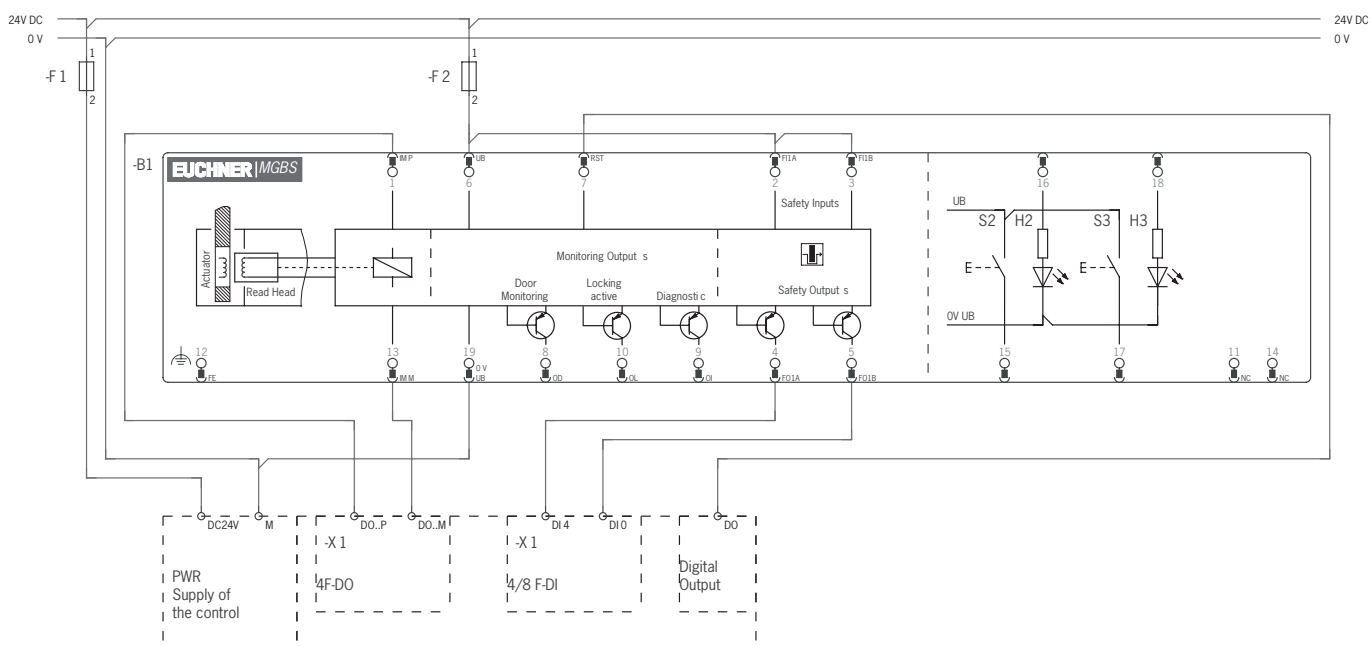

Fig. 7: Ejemplo de conexión a ET200
- En caso de accionamiento de doble canal de la tensión del solenoide mediante salidas seguras de un sistema de control, deben tenerse en cuenta los puntos siguientes (véase también la Fig. 7 en la página 35):